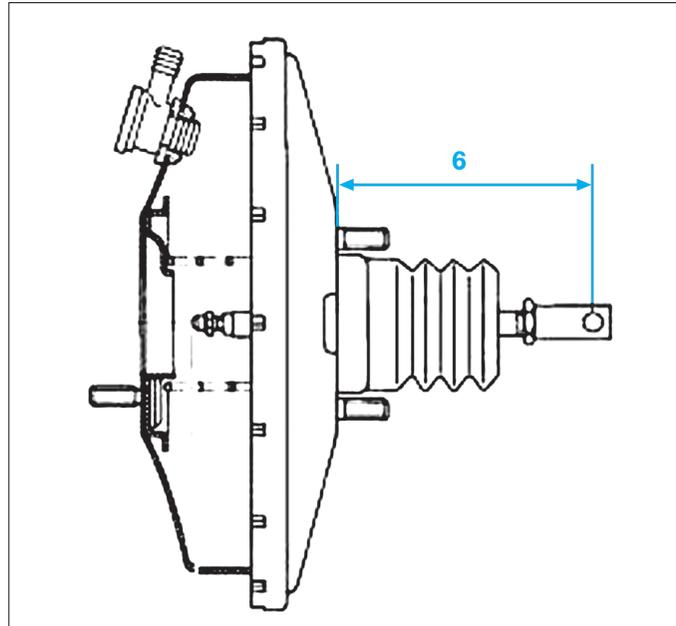

Fig. 22
- Contrôler la présence du joint (5) d'étanchéité entre le servofrein et le tablier et le remplacer s'il est défectueux.
- Vérifier avant chaque remontage que la cote (6) est de $145,8 \pm 0,5$ mm (Fig.22).